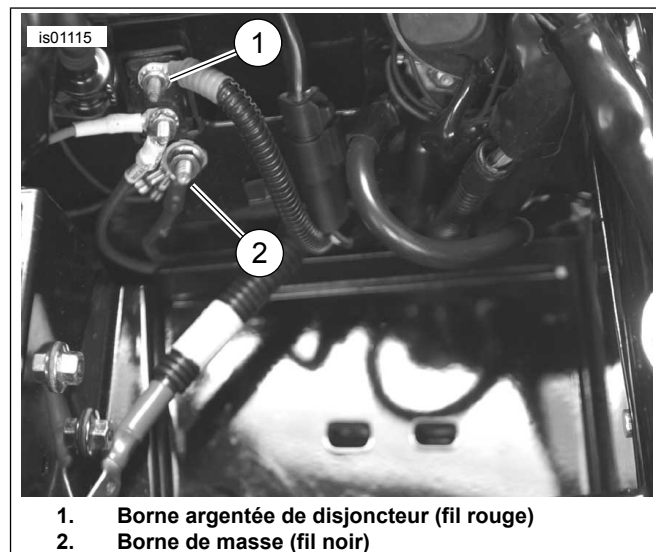

Figure 4. Connexions (avec batterie retirée), modèles Touring de 2003 ou plus anciens (FLHTCU de 2003 illustré)
3. Voir Figure 4. Couper le fil noir du faisceau Zumo de façon à ce qu'il rejoigne facilement le goujon de masse (2) situé sous le disjoncteur dans la cage de la batterie sous la selle.